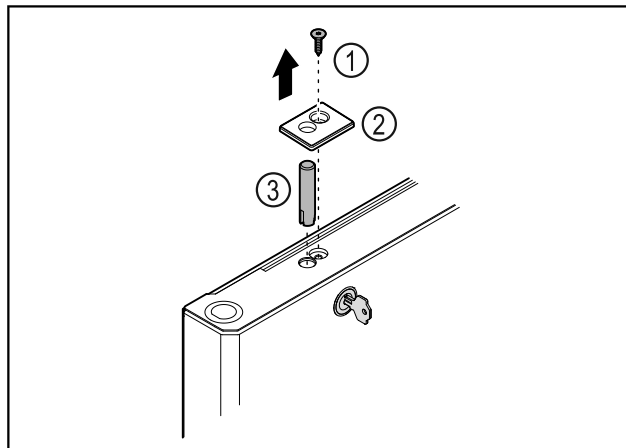

Fig. 38
- Poista ruuvi Fig. 38 (1).
- Paina suojus Fig. 38 (2) pienellä ruuvimeisselillä paikaltaan ja ota se pois.
- Vedä lukkopultti Fig. 38 (3) ulos.